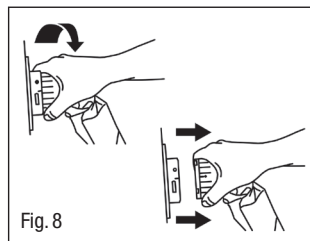

Fig. 8
5.4 Funzione di Trasporto del Paziente (Fig. 8)